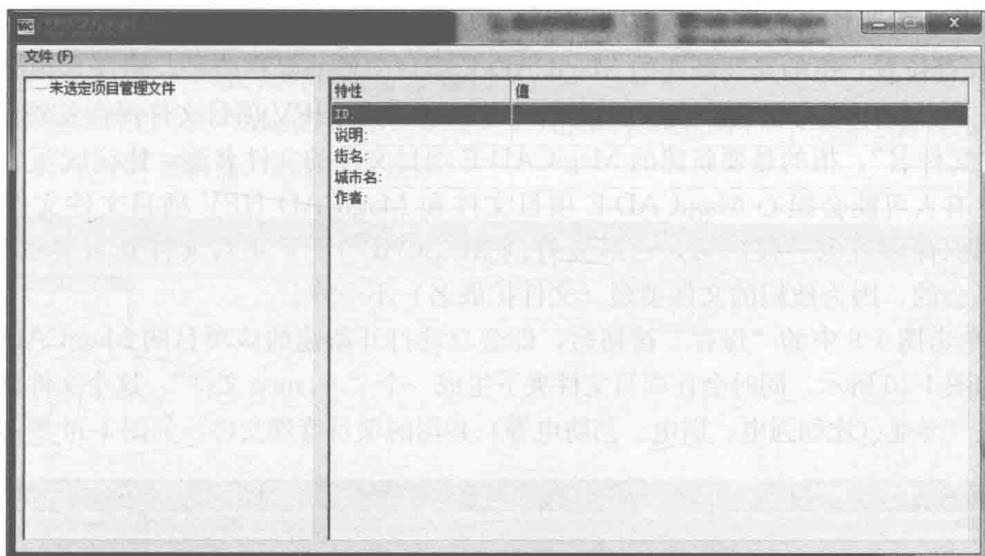

图 1-7
1) 单击桌面文件夹“MagiCAD\MagiCAD for AutoCAD-Utilities”下的  Edit Electrical Project，打开“MagiCAD-E-项目管理”编辑器，如图 1-7 所示。